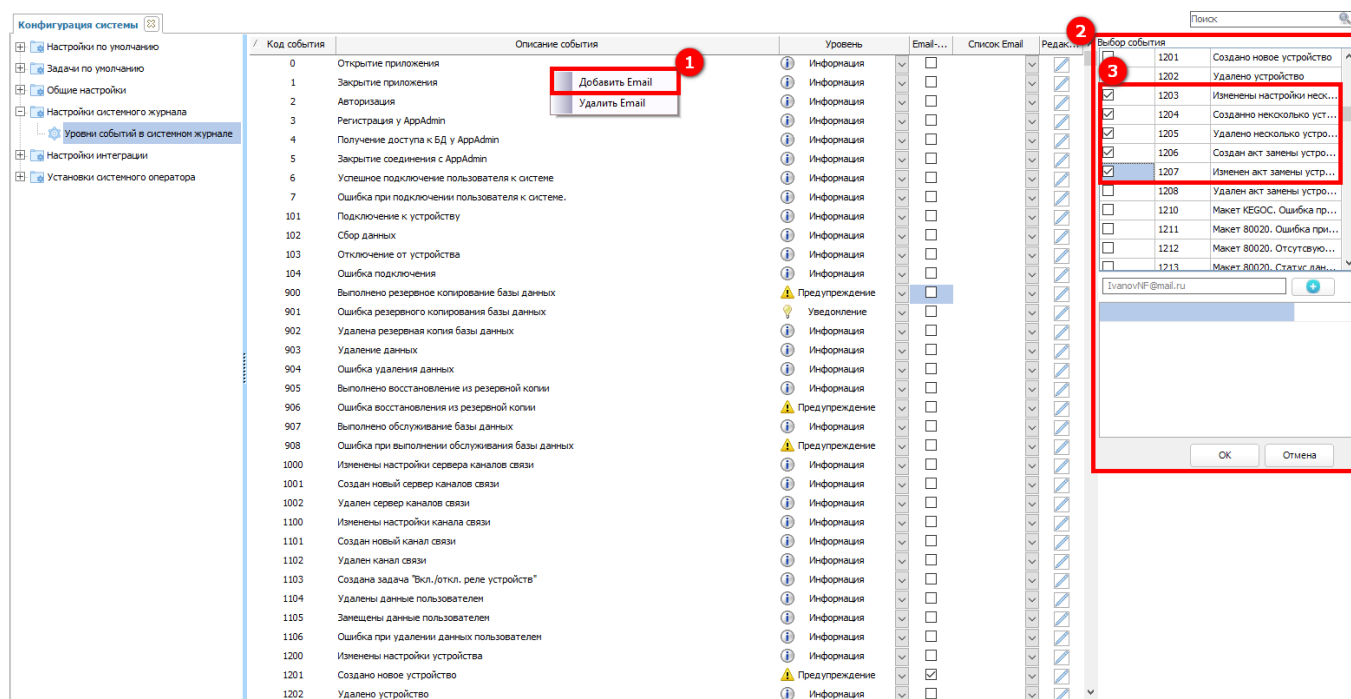

Рисунок 233 – Настройка уведомлений на электронную почту о нескольких произошедших событиях
Для настройки уведомлений на электронную почту сразу о нескольких произошедших событиях необходимо нажать правой кнопкой мыши в основном окне раздела и в контекстном меню выбрать **Добавить Email** (1) (см. рисунок 233). Далее в открывшемся окне (2) отметками выбрать события, о наступлении которых будет приходить соответствующее уведомление на электронную почту.